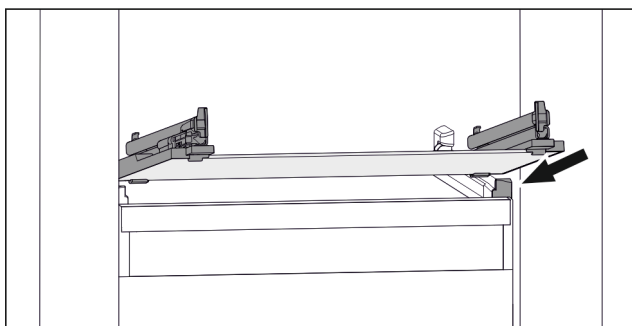

Fig. 112 Príklad zobrazenia sklenenej dosky
- Nasadte sklenenú dosku šikmo za zádržkami. (pozri Fig. 112)